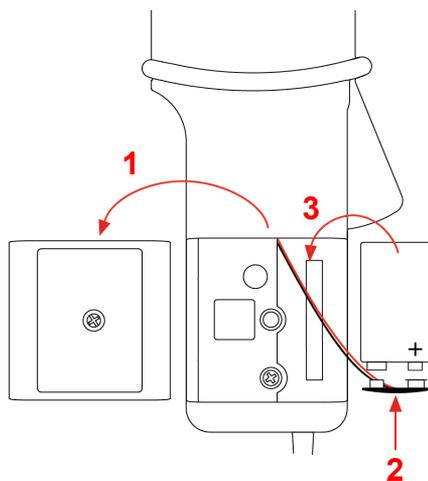

Figura 3
1. Retire la tapa del compartimento de la batería en la parte trasera de la carcasa con la ayuda de un destornillador (ver la Figura 3).
2. Introduzca la batería en el conector a presión (2), asegurándose de que la polaridad esté correcta.
3. Inserte la batería en su compartimento (3).